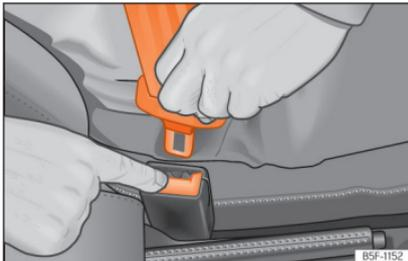

Abb. 10 Schloßzunge vom Gurtschloß lösen.
- Rote Taste im Gurtschloß drücken »» **Abb. 10**. Die Schloßzunge springt heraus.